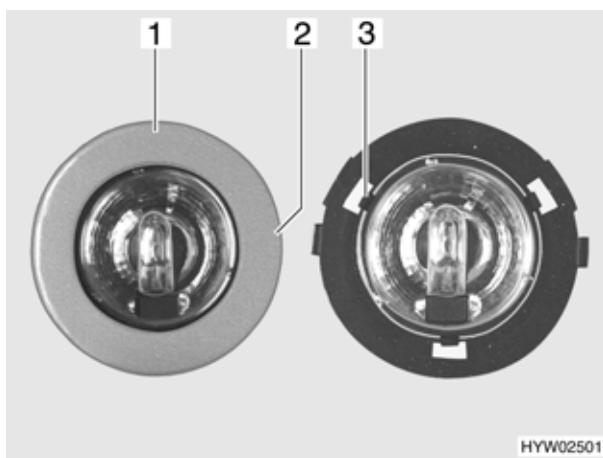

Bild 153 Halogenleuchte
- Langsam die Blende (Bild 153,1) drehen, bis die Nase (Bild 153,2) des Gehäuses in der darunter liegenden Blendennut einrastet.
- 3 Klammern (Bild 153,3) halten die Glasscheibe der Halogenleuchte im Gehäuse. Eine der 3 Klammern zur Seite drücken.